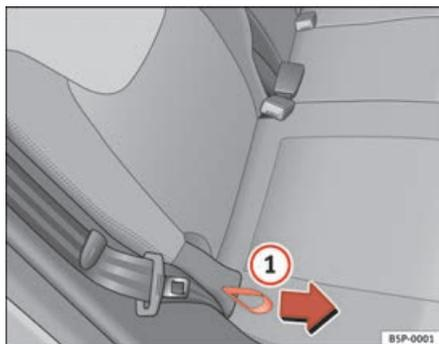

Fig. 98 Réglage de l'inclinaison du dossier, banquette arrière
- Saisissez le haut du dossier. Tirez la dragonne latérale du siège ⇒ page 140, fig. 98 ① dans le sens de la flèche et maintenez la dragonne en position. Rabattez le dossier du siège vers l'arrière en position souhaitée, puis relâchez la dragonne.